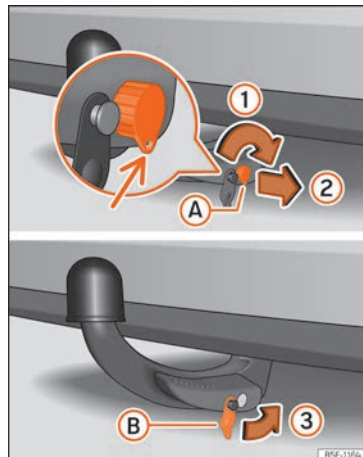

Fig. 302 Colocación del gancho de remolque. Paso 2
- Gire la llave hacia la derecha justo media vuelta, hasta que el agujero de la llave quede abajo »» fig. 302 (1).
- Extraiga la llave (2).
- Coloque la tapa (B) en la cerradura (3) »» fig. 302 »» ⚠.